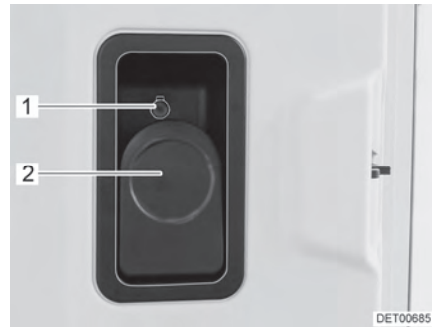

Bild 31 Türschloss (Eingangstür innen)
- Öffnen:** ■ Hebel (Bild 31,2) ziehen.
- Verriegeln:** ■ Sicherungsknopf (Bild 31,1) hineindrücken.